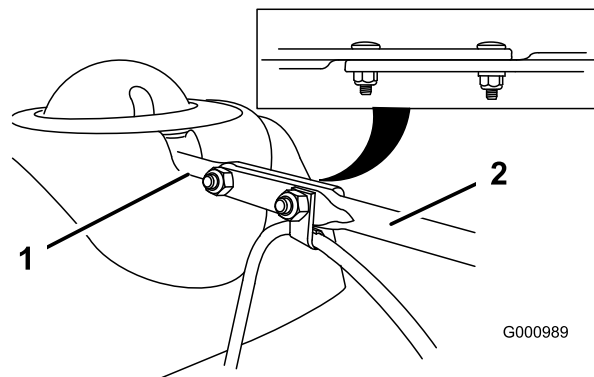

Рисунок 9
3. Расположите на одной линии сплюсненный задний конец длинного штока управления желобом со сплюсненным передним концом короткого штока, который выступает из пульта управления, таким образом, чтобы они образовали единое целое (Рисунок 9).